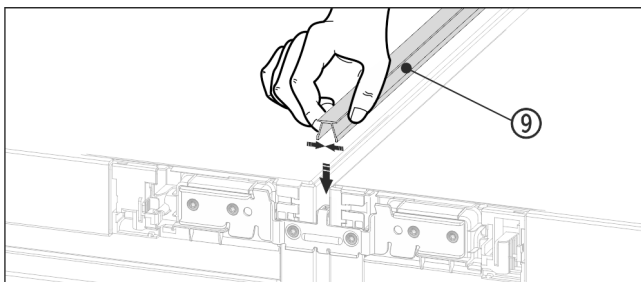

Fig. 20
- ▶ Nyomja a felső oldalon a rövid fedőlécet Fig. 20 (9) a nyílásba.